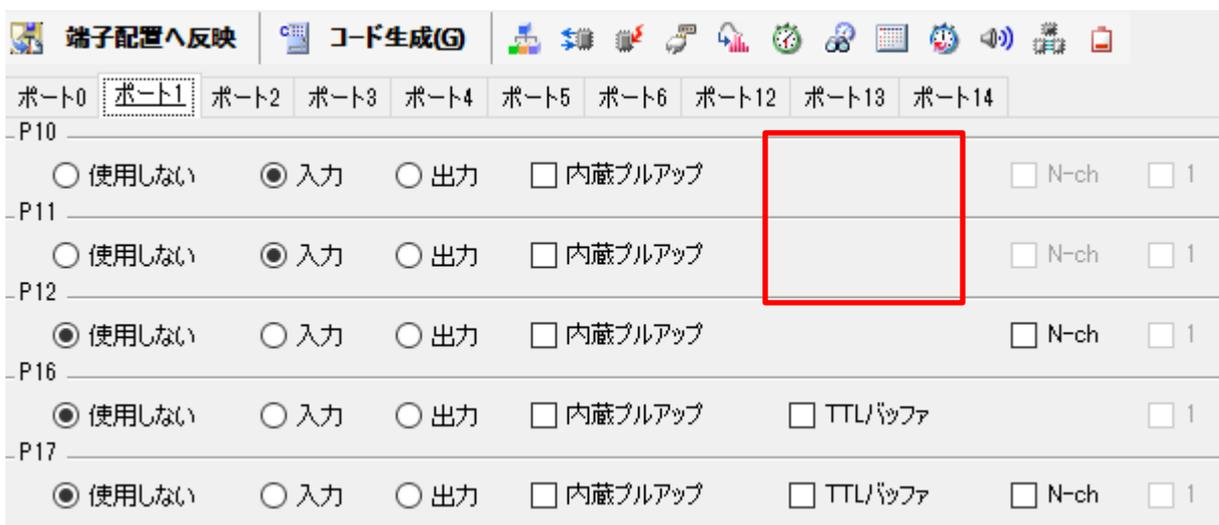

図 1 ポート 1 設定で P10 および P11 を入力にした場合の画面例
- 図 1 において、ポート P10 および P11 を TTL 入力バッファに設定する場合